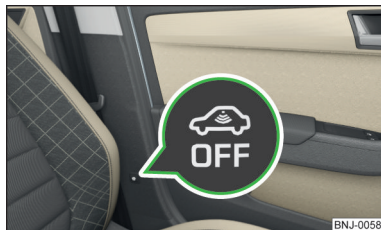

Fig. 42
- Premere il tasto con il simbolo  sul montante centrale lato conducente » fig. 42.